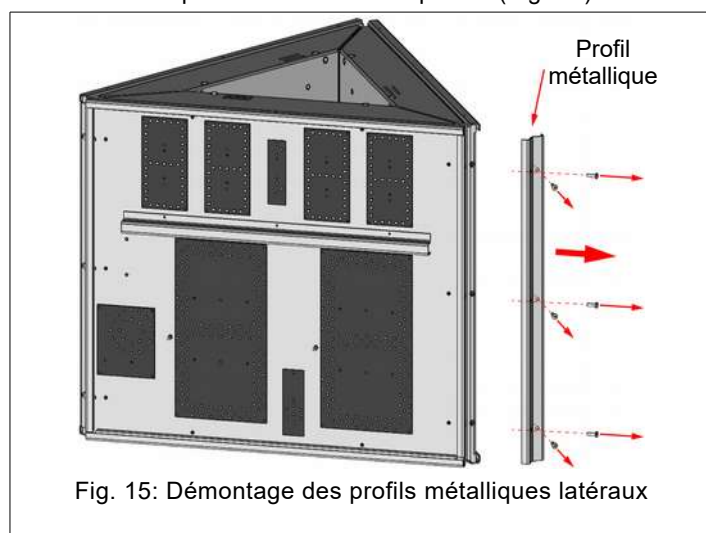

Fig. 15: Démontage des profils métalliques latéraux
2. Sur le module où est montée la carte à remplacer, ôtez les deux profils latéraux métalliques qui serrent les modules en dévissant les vis (Fig. 15) avec un tournevis cruciforme.